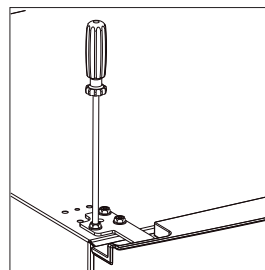

Abb. 15
- ▶ Ziehen Sie die Schrauben noch nicht ganz fest, um die Gefrierraumtür (7) noch ausrichten zu können. Erst wenn ein gleichmäßiges Schließen der Gefrierraumtür (7) möglich ist, ziehen Sie die Schrauben fest an.
- ▶ Stecken Sie eine Unterlegscheibe auf den Scharnierzapfen des mittleren Scharniers und setzen Sie die Kühlraumtür (2) auf den Scharnierzapfen.
- ▶ Setzen Sie nun die Kühlraumtür (2) auf das mittlere Scharnier (6), indem Sie die Aussparung unten an der Kühlraumtür (2) auf dem Scharnierzapfen platzieren.
- ▶ Befestigen Sie das obere Scharnier mit den Halterungsschrauben ebenfalls (Abb. 15).